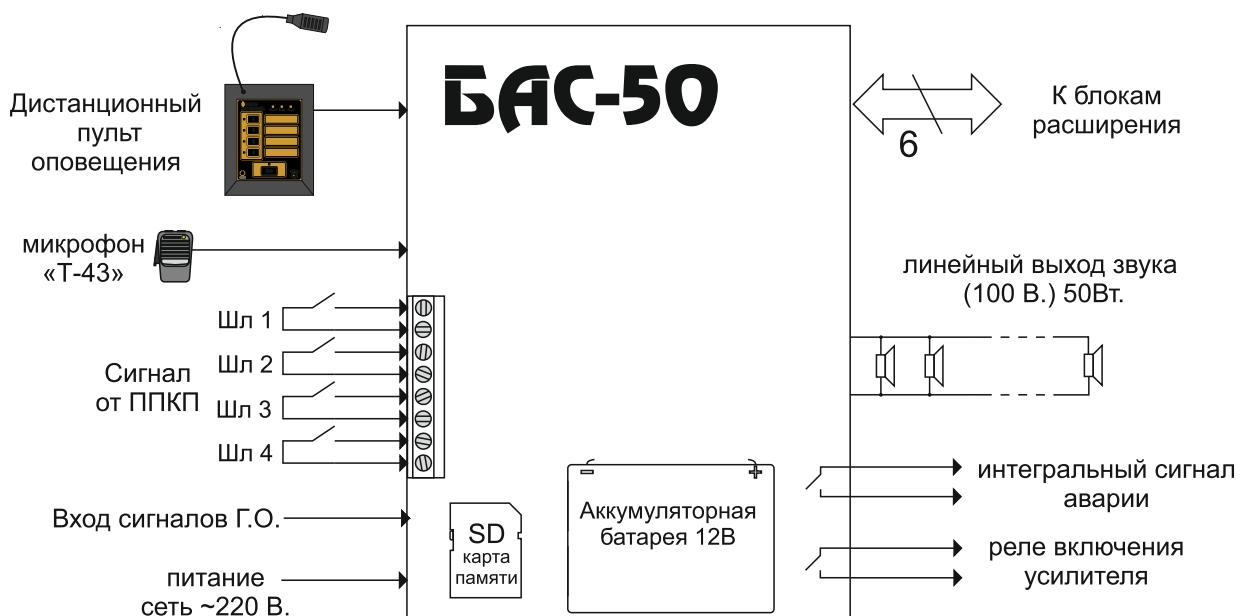

Рис. 1.1. Схема подключения БАС-50.
На Рис. 1.1 схематично изображено подключение к внешним цепям для случая автономной работы устройства. Входы, обозначенные как ШЛ1...ШЛ4, служат для подсоединения шлейфов ППКП (также называемые линиями командного импульса). Всего на устройство может быть подано по шлейфам от одного до четырех независимых сигналов тревоги.
*Устройство* может быть использовано для трансляции звуковых сигналов, подаваемых на линейный вход сигналов **ГО** (см. Рис. 1.1). Этот вход является симметричным и имеет дополнительную линию приема сигнала занятия для осуществления коммутации (см. раздел 1.4.3).